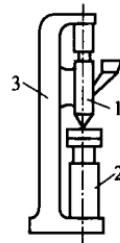

图 1-6 立式注塑机的外形结构
(3) 按注塑机外形结构不同分类
① 立式注塑机 立式注塑机的外形结构特点是：设备的高度尺寸大于设备的长宽尺寸，它的注射部分和合模部分装置轴线，是上下垂直成一直线排列，如图 1-6。这种机型占地面积小、模具装配方便；不足之处是加料比较困难，工作时稳定性比较差，这种外形结构注塑机多数是注射量小于 60cm^3 的小型注塑机。